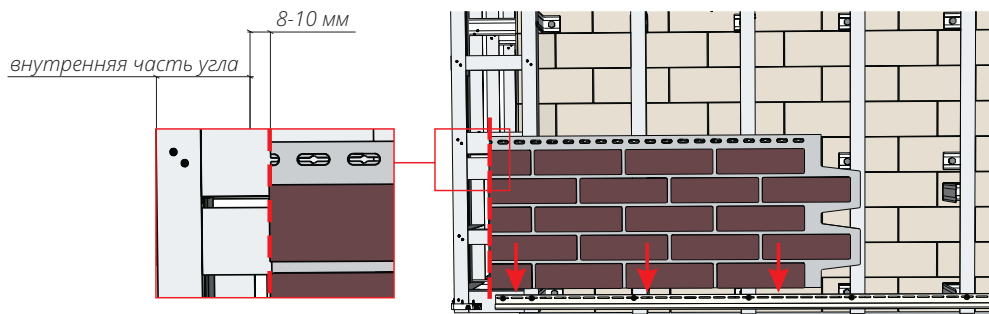
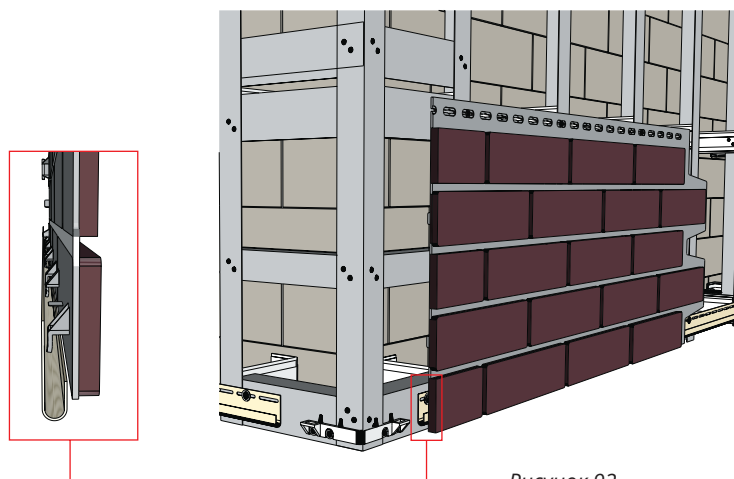

Рисунок 91
Рисунок 92
- 17.4** Установите панель в стартовую планку, зафиксируйте саморезами в овальные перфорационные отверстия (Рис. 91, Рис. 92).